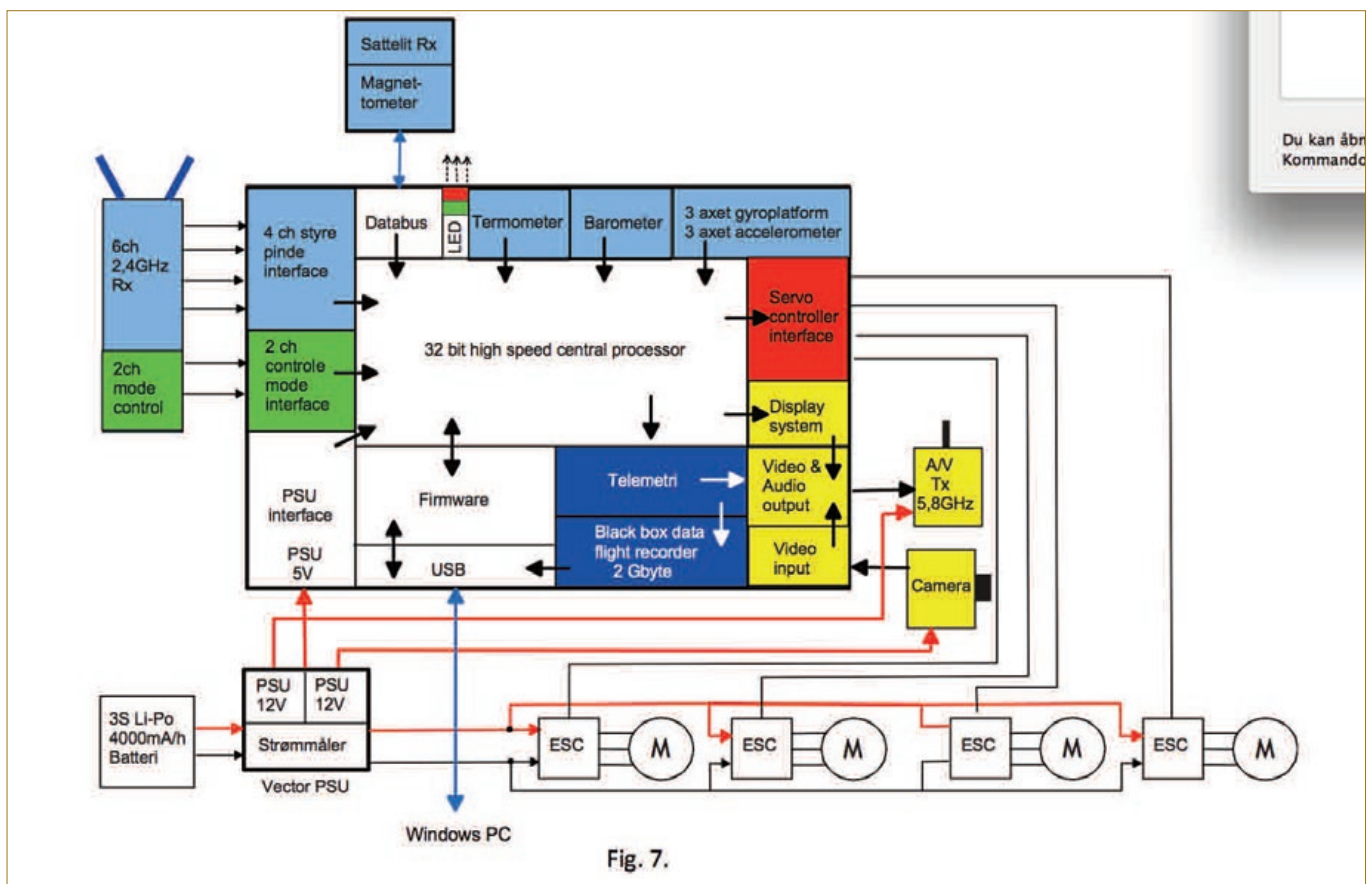

Fig. 7.
Jeg vil nu se nærmere på et eksempel på en Flight Controller (FC) til en quadcopter, af fabrikatet EagleTree. Denne Flight Controller har været beskrevet tidligere i Modelflyvenyt 2015 Nr.3 eller <http://elflytec.dk/eaglevectorflying.php> hvor den blev anvendt i et fastvinge fly. FCen er nu konfigureret til Quadcopter brug. Se blokdiagrammet fig. 7.
Som det fremgår af fig. 7 anvender Eagle Tree også et Video-system (se de gule blokke), som muliggør at piloten får et On Screen Display til rådighed på jorden. Jeg anvender hovedsagelig skærmen til følgende: